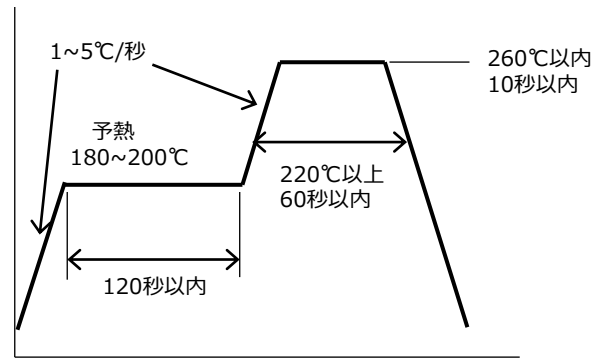

図19. リフロー推奨条件
- ①リフローによるはんだ付けは、2回までとしてください。
- ②リフロープロファイルは図19の条件を参考に、ご使用になるはんだペーストの推奨条件に合わせてください。
- ③ピーク温度からの冷却温度勾配は、急冷却を避けてください。
- ④大気リフローの場合、リフロー時の熱や雰囲気の影響により、光学的劣化を起こすことがあります。リフローに際しては、窒素リフローを推奨します。